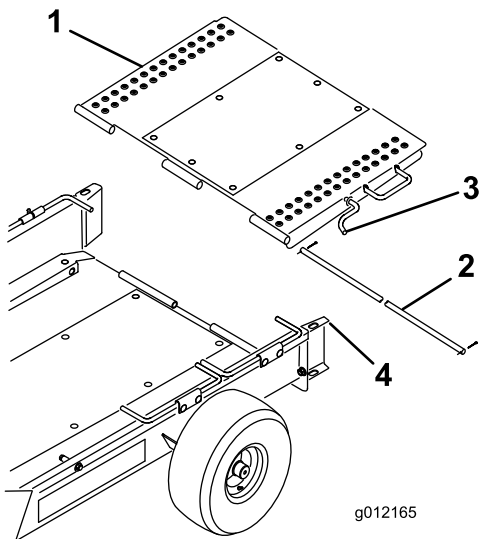

Figura 4
4. Monte a rampa do reboque na traseira da plataforma do reboque com a barra da dobradiça e 2 contrapinos (Figura 4).
5. Incline a rampa do reboque para cima e engate o trinco da rampa no furo na parte superior do guia da roda (Figura 4).
7. Incline a rampa do reboque para cima e engate o trinco da rampa no furo na parte superior do guia da roda (Figura 4).